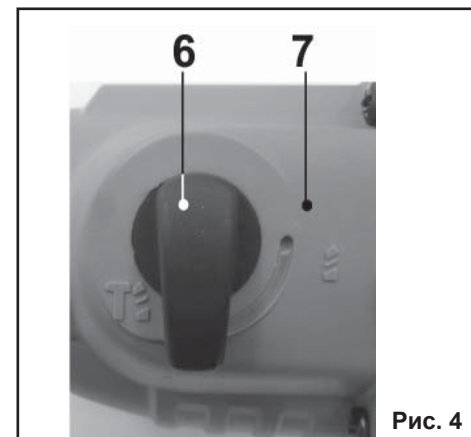

Рис. 4
9.2.3. Поверните переключатель режимов (6) в положение «сверление с осевым ударом» согласно Рис.4.